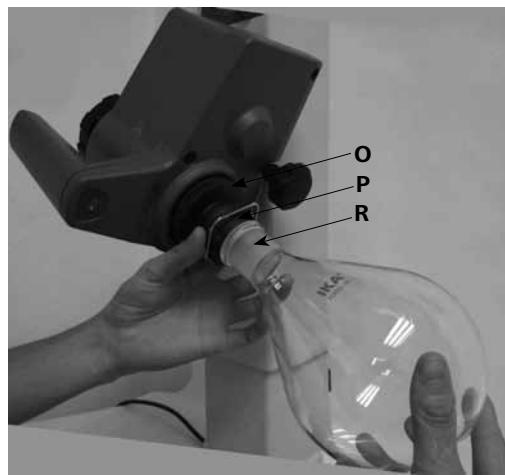

Fig.15
- Setzen Sie den Verdampferkolben (**R**) auf das Dampfdurchführungsrohr. (Fig.15)